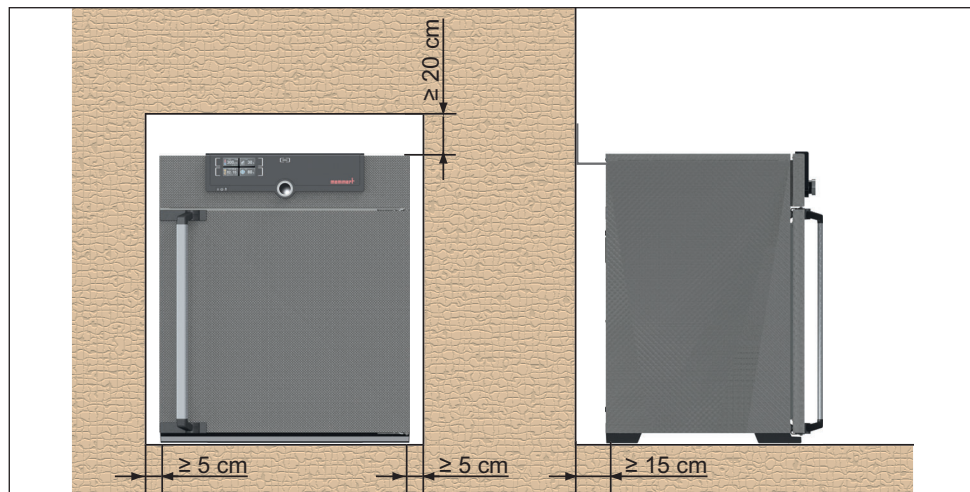

Fig. 8 Distanza minima da pareti e soffitti
La distanza fra il muro e la parete posteriore dell'apparecchio deve essere di almeno 15 cm. La distanza dal soffitto deve essere di almeno 20 cm e la distanza laterale rispetto al muro o a un altro apparecchio adiacente deve essere di almeno 5 cm (Fig. 8). È necessario assicurare una circolazione d'aria sufficiente intorno all'apparecchio.
2. Inclinare il dispositivo antiribaltamento verso l'alto in modo da formare un angolo di  $90^\circ$  rispetto alla parete (rispettare la distanza minima dalla parete, v. Fig. 8).